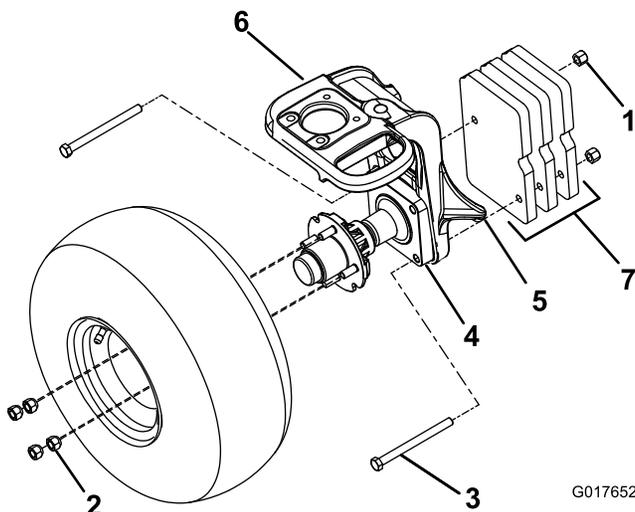

Figura 1
3. Eleve a máquina com um macaco no ponto de suspensão (Figura 1).
6. Retire os 2 parafusos restantes que prendem o eixo à forquilha da roda giratória (Figura 1).
7. Monte as 3 placas de peso do kit no lado direito da forquilha da roda giratória com 2 parafusos de cabeça sextavada (1/2 x 5-1/2 pol.) e 2 porcas de bloqueio do kit (Figura 1).
4. Retire as 4 porcas de roda na roda em pares posicionadas diagonalmente uma em relação à outra (Figura 1).